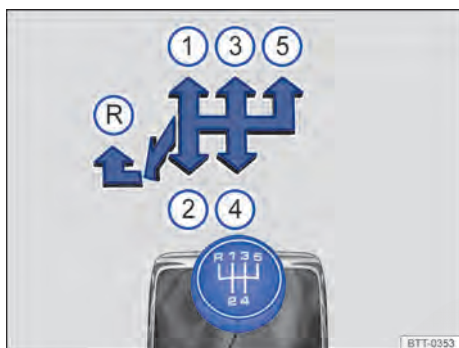

Fig. 96 Esquema de troca da transmissão manual de 5 marchas.
As posições de cada marcha estão representadas na alavanca de troca de marcha → Fig. 96.
- Empurrar a alavanca de troca de marcha totalmente para a esquerda e depois para frente até a posição da marcha a ré → Fig. 96 Ⓜ️.